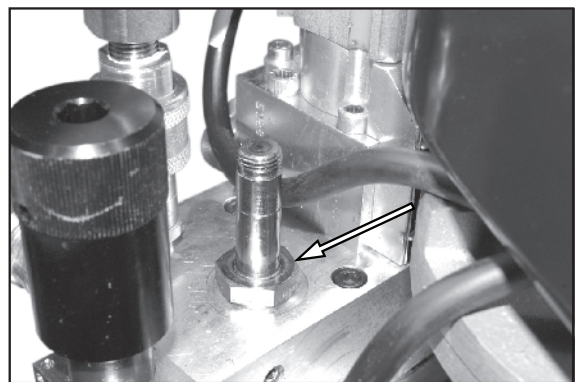

Рис. 40.
- См. рис. 40. Демонтируйте двухходовой вставной клапан.